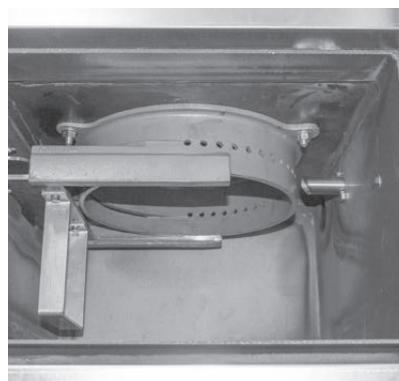

Fig. 69 Zone gazéificateur
- ▶ Nettoyer le cendrier et la zone en dessous – Fig. 69.